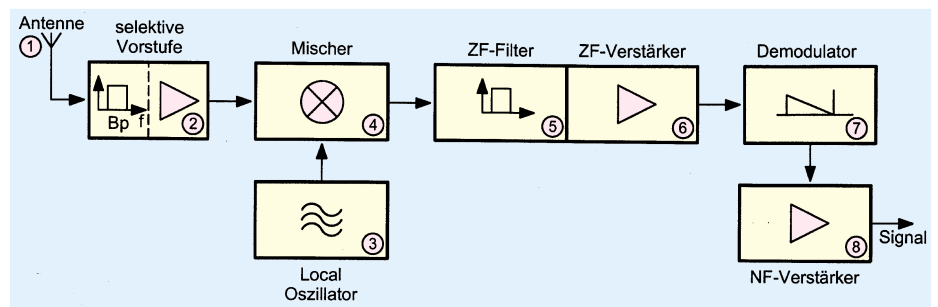
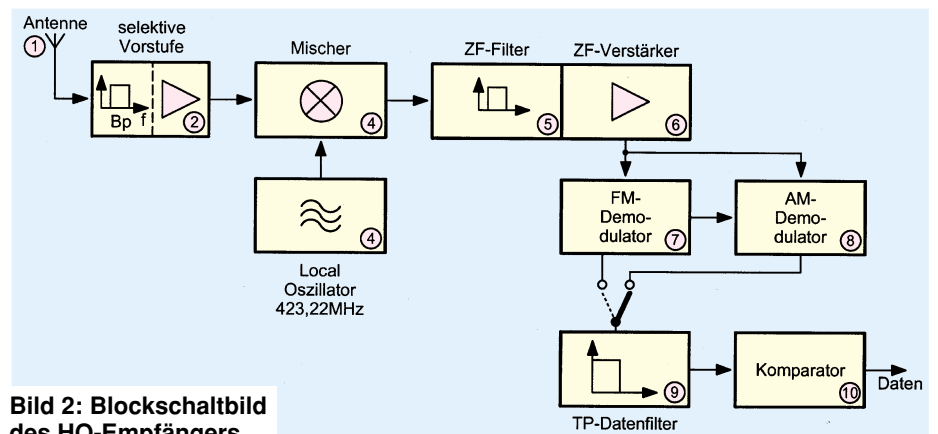

Bild 1: Grundsätzlicher Aufbau eines Superhetempfängers
Bild 2: Blockschaltbild des HQ-Empfängers
Abbildung 1 zeigt den grundsätzlichen Aufbau eines Superhet-Empfängers mit folgenden Komponenten:
mittlung digitaler Daten handelt, ist das Blockschaltbild gemäß Abbildung 1 um weitere Schaltungskomponenten zu ergänzen. Das vollständige Blockschaltbild des HQ-Empfängers zeigt Abbildung 2.
Alle weiteren, im Blockschaltbild (Abbildung 2) mit (6) bis (10) bezeichneten Schaltungskomponenten sind im TEMIC-Baustein U4311B vereinigt. Dieser, speziell für Fernsteueraufgaben designte Chip, zeichnet sich u. a. durch folgende Leistungsmerkmale aus: